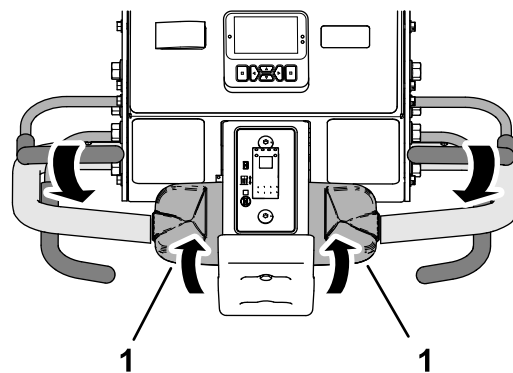

Figura 90
3. Mentre tenete premuta la barra di presenza dell'operatore contro la maniglia, ruotate lentamente all'indietro la parte superiore del comando di trazione (Figura 90).